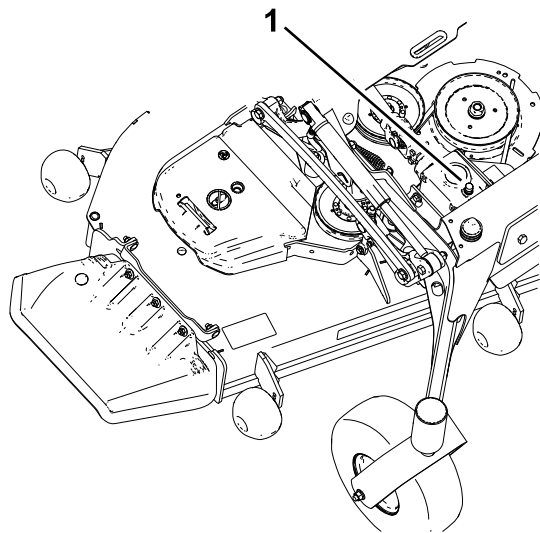

Figura 57
5. Retire la varilla/tapón de llenado de la parte superior de la caja de engranajes y compruebe que el lubricante está entre las marcas de la varilla (Figura 57).
5. Retire la varilla/tapón de llenado de la parte superior de la caja de engranajes y asegúrese de que el lubricante está entre las marcas de la varilla (Figura 57).